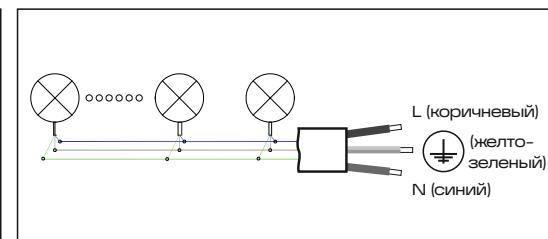

Рис. 4
- Для выполнения электрических подключений обратитесь к схеме на рис. 4. В линию допускается подключать одновременно не более 25 шт. приборов.